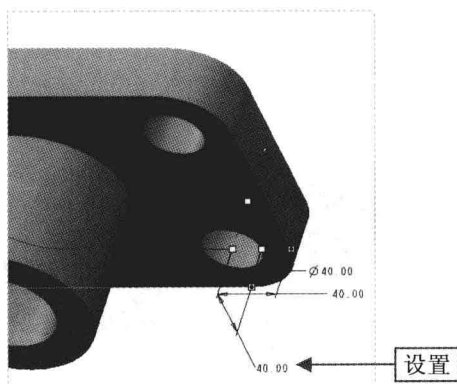

图 7-65 设置参数
Step 04 弹出“孔”选项卡,在绘图区合适的表面上单击鼠标左键放置孔,拖动句柄至合适的平面并设置偏移值,如图 7-65 所示。